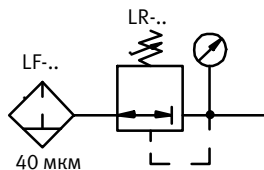

Fig. 2
- Обеспечьте надлежащую подготовку сжатого воздуха (→ Рис. 2)